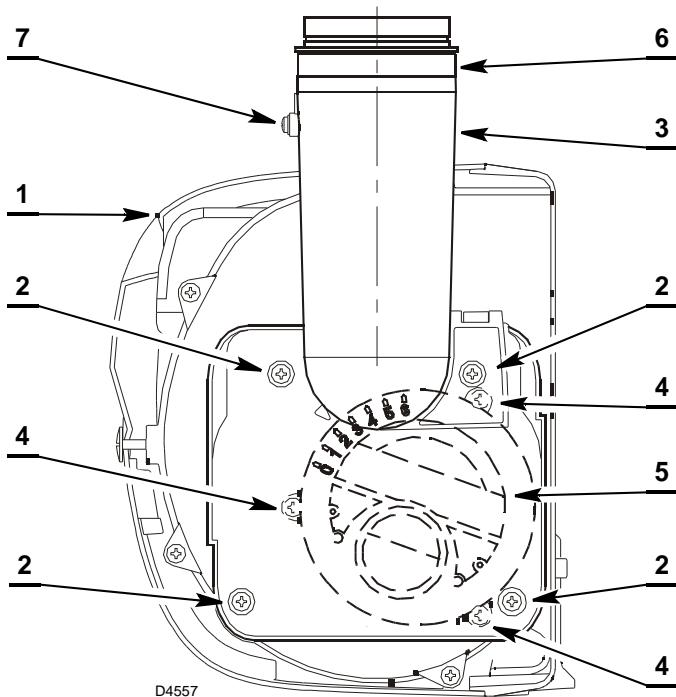

Fig. 18
Según la potencia del quemador, es necesario que regular el aire girando el aductor 5) (Fig. 18) y después el regulador 6).
- Quitar la envoltura del quemador 1) (Fig. 18), aflojar los cuatro tornillos 2) y quitar el grupo cárter 3).
- Aflojar el tornillo 7) (Fig. 18), girar el regulador 6) hasta la posición deseada según los valores que figuran en la Tab. A pág. 17.